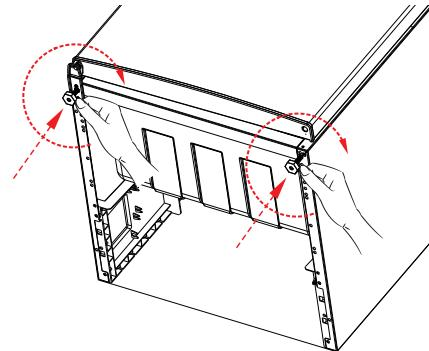

Abb. 19
- ▶ Setzen Sie die Gerätetüpfel wieder ein und schrauben Sie die Gerätetüpfel im Uhrzeigersinn leicht ein (Abb. 19).